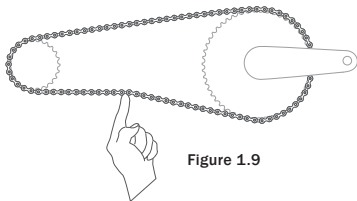

Figure 1.9
- Frein à rétro pédalage : La plage de mouvement vertical admissible au milieu de la chaîne est comprise entre 6 et 12 mm (Figure 1.9).